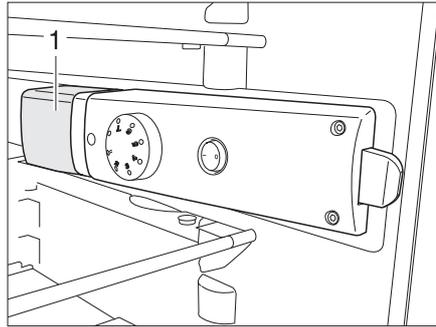

Bild 190 KÜHLSCHRANKLEUCHE
- Von hinten unter die Leuchtenabdeckung (Bild 190,1) fassen und Leuchtenabdeckung ca. 3 mm anheben.